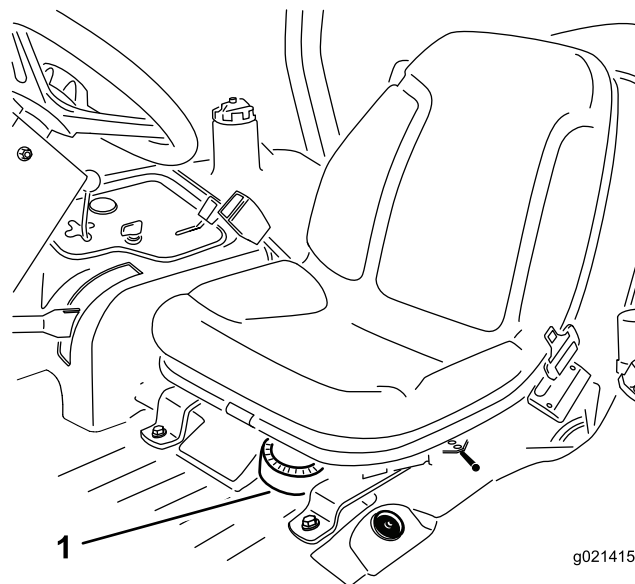

Figure 54
1. Déposez le siège de la machine pour accéder à la pompe à carburant (Figure 54).